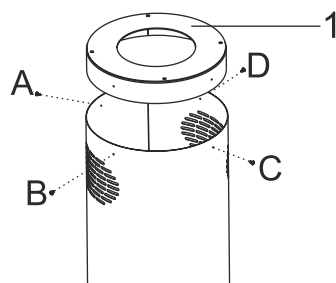

Fig. 8
1. ➔ Skru skruerne af på punkterne A, B, C & D og afmonter loftbeslaget (Fig. 8).